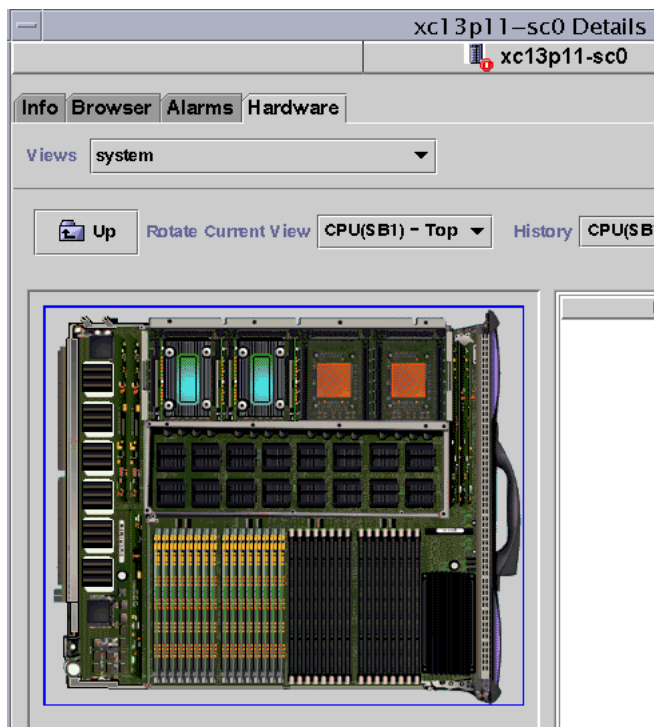

图 5-3 平台的物理视图中 CPU 板的顶端
5. 单击 Sun Fire 高端系统平台顶端插槽中的某一块 CPU 板，以显示 CPU 板顶端的物理视图（图 5-3）。